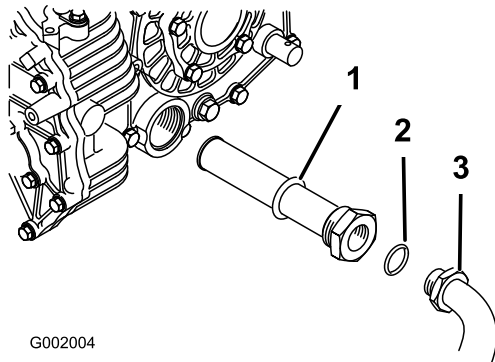

Figure 70
5. Déposez le flexible hydraulique et le raccord à 90° (Figure 70).